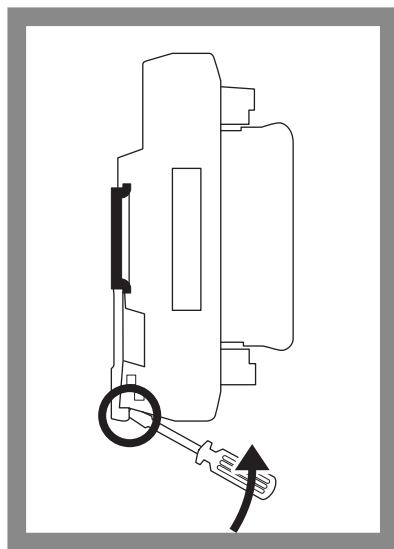

Abb. 3: Demontieren
- 1 Demontieren Sie den SCALA Controller wie in Abb. 3 dargestellt.